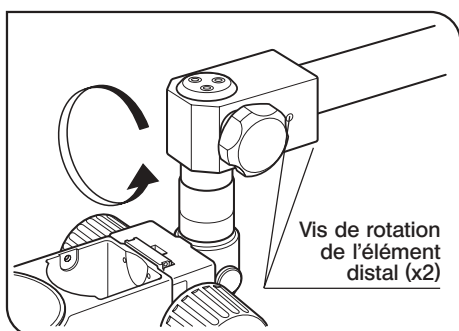

Fig. 9
5. Pour faire pivoter l'élément distal du bras horizontal par rapport au bras, desserrer les deux vis situées sur l'élément distal à l'aide de la clé Allen fournie. (Fig. 9)